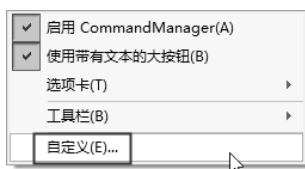

图 1-19 右键系统快捷菜单
(1) 执行命令。选择菜单栏中的“工具”→“自定义”命令,或者右击任何工具栏,在系统弹出的快捷菜单中选择“自定义”命令,如图 1-19 所示。